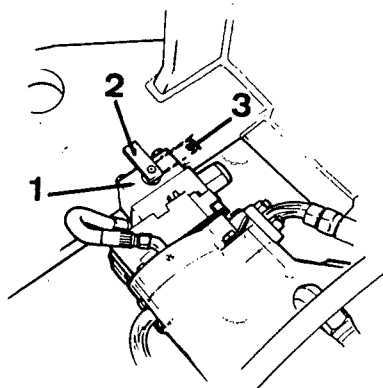

Fig 14 Framdrivningsmotor
- Ta bort skruven (2) enl fig 14 på spolventilen (1) och för armen (3) åt sidan.